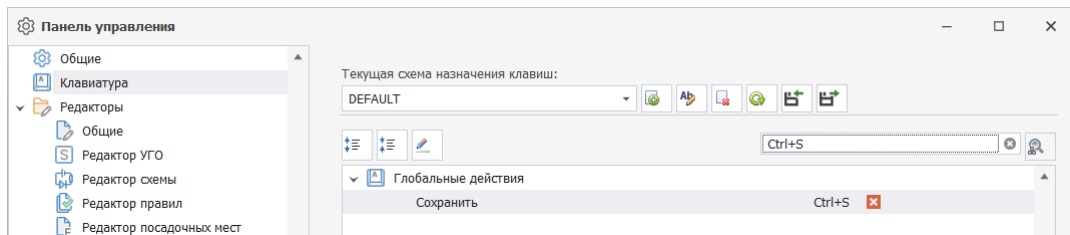

Рис. 55 Отображение результата поиска по сочетанию клавиш
- Кликните по полю поиска и нажмите на клавиатуре клавишу (или комбинацию клавиш), Рис. 55.